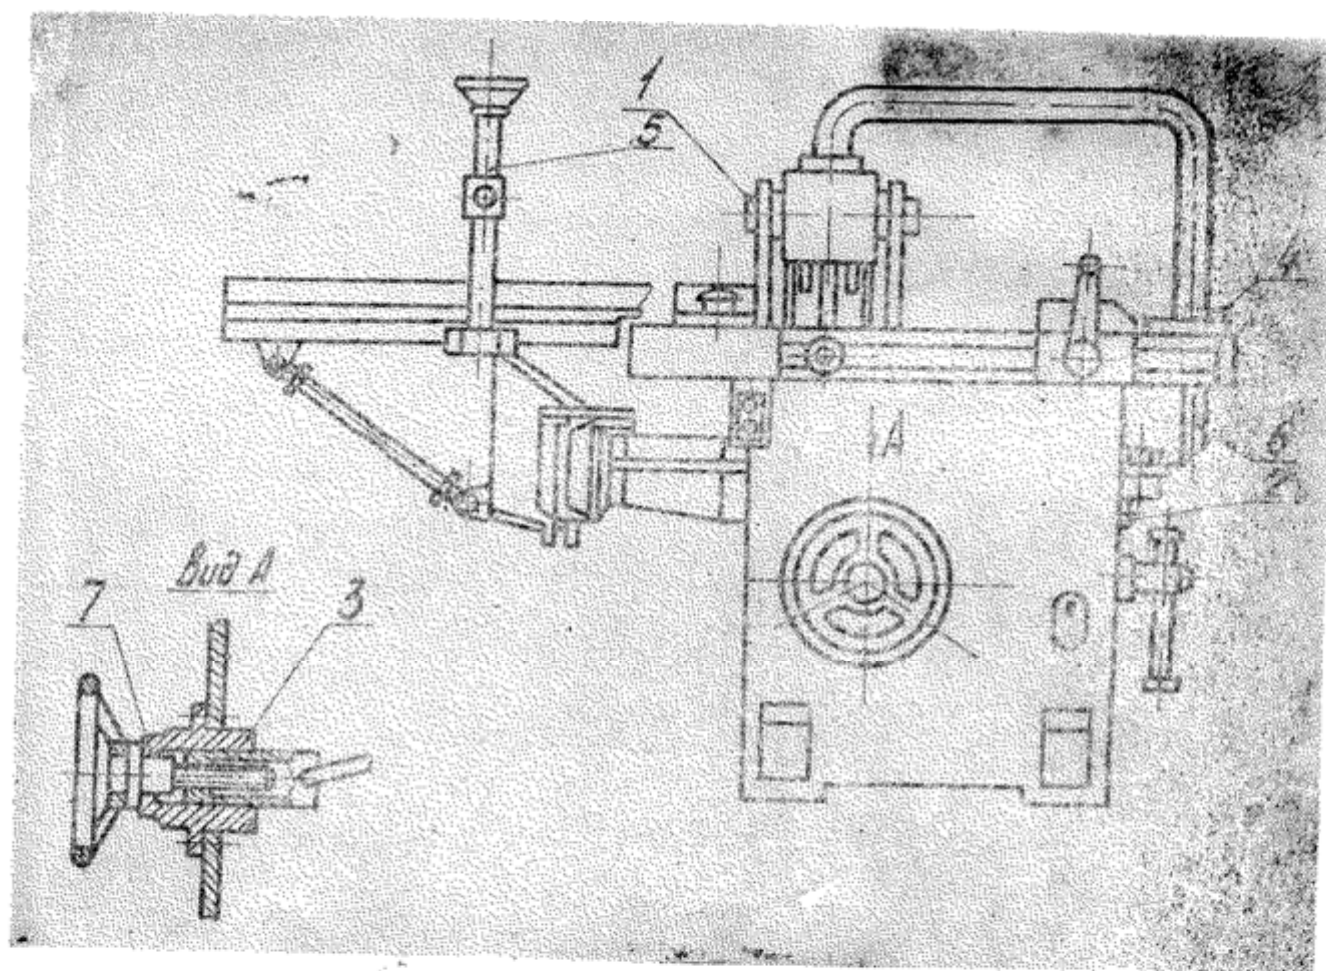

Рис. 9. Схема смазки
1.5.1. Схема смазки показана на рис. 9. Перечень точек смазки указан в табл. 4.